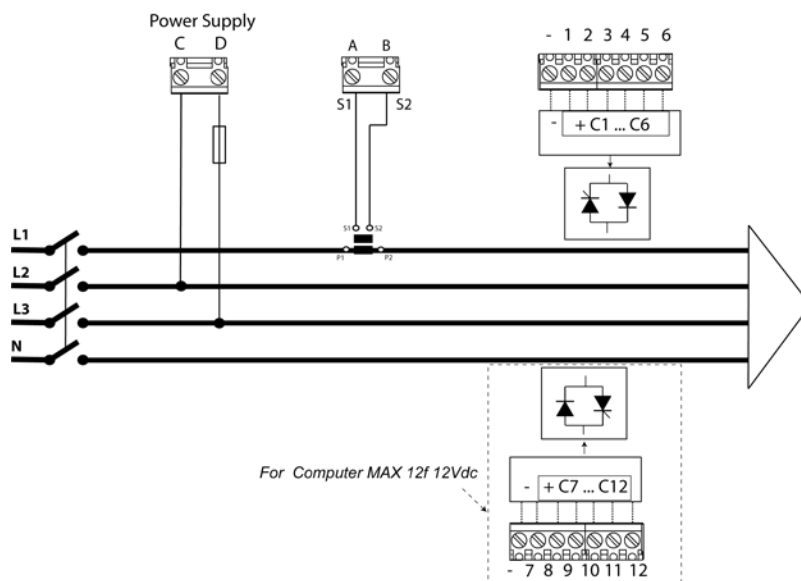

Fig. 4.2.- Esquema de conexiones del **Computer MAX 6f 12Vdc / 12f 12Vdc**
El transformador de corriente (TC) debe colocarse preferentemente en la fase L1, mientras que las tomas de tensión se deben conectar a las fases L2 y L3 (ver esquemas en las fig.4.2 y 4.3). Deben respetarse las conexiones de P1, P2, S1 y S2 que se indican en los esquemas antes indicados. Caso de no respetar esta forma de conexión deberá ajustarse la fase siguiendo el procedimiento del apartado 5.1.7
Este parámetro permite adaptar el regulador a distintas opciones de conexión de los cables de alimentación y medida y del transformador de corriente a las fases del sistema trifásico. La configuración supuesta por defecto es la mostrada en las fig.4.2 y 4.3, es decir, transformador de corriente en la fase L1 y medida de tensión entre las fases L2 (borne C) y L3 (borne D). Muchas veces resulta difícil comprobar que se ha cableado el equipo de esta forma, por lo que, para adaptarse a la situación habrá que escoger una de las opciones T1 a T6, indicadas en la tabla 5.3. La selección de una u otra de las opciones se debe hacer en la instalación, supuesto que en el momento del ajuste ésta está consumiendo potencia reactiva inductiva con un  $\cos\phi$  entre 0,7 y 1. Se van tanteando las opciones hasta que la pantalla muestre un  $\cos\phi$  entre 0,7 y 1